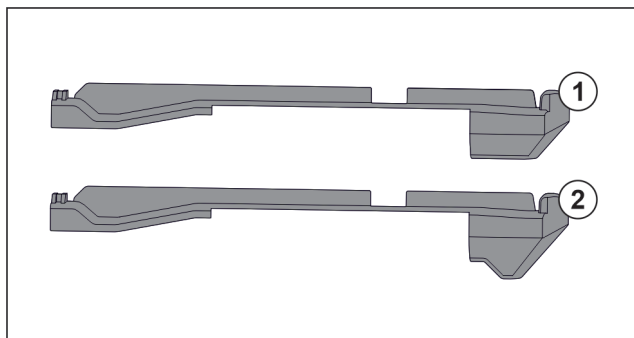

Fig. 62 Порівняння вставних частин
У пристрої є дві різні вставні частини. Вставна частина над самим нижнім висувним ящиком Fig. 62 (2) має трикутний край. Всі інші вставні частини Fig. 62 (1) мають прямий край.
- ▶ Розмістити вставну частину Fig. 62 (2) з трикутним краєм над самим нижнім висувним ящиком.
- ▶ Розмістити вставну частину Fig. 62 (1) з прямим краєм у всіх інших місцях.